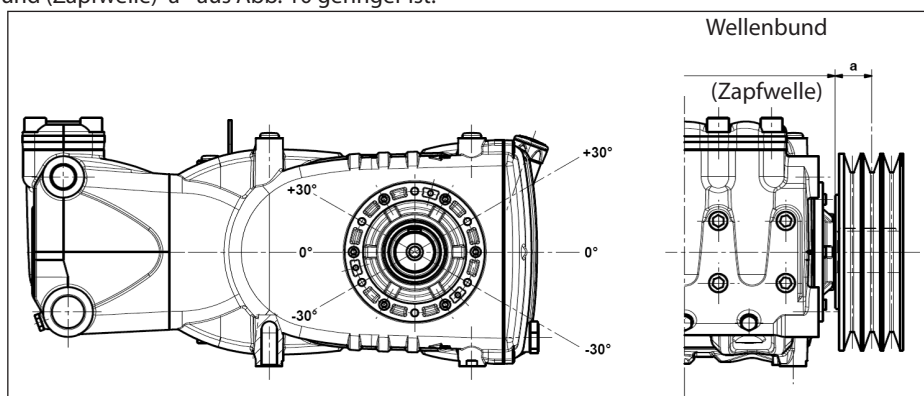

Abb. 10
Die radiale Belastung der Welle darf 4500 N (für die Definition der Anordnung erforderlicher Wert) nicht übersteigen. Der Antrieb gilt als richtig bemessen, wenn die Belastung bei einem maximalen Abstand $a = 50 \text{ mm}$ vom Wellenbund (Zapfwelle) angewandt wird, siehe Abb. 10.
- b) Verwenden Sie Hochleistungsriemen - zum Beispiel **XPB** statt **SPB** - da hierbei weniger Riemen bei gleicher Leistungsübertragung benötigt werden und der Abstand zum Wellenbund (Zapfwelle) "a" aus Abb. 10 geringer ist.